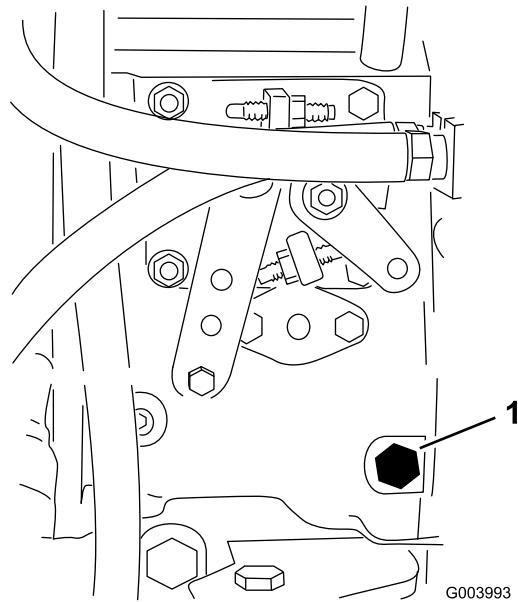

Bild 32
3. Öffnen Sie die Entlüftungsschraube an der Kraftstoffeinspritzpumpe (Bild 32) mit einem 12-mm-Schraubenschlüssel.